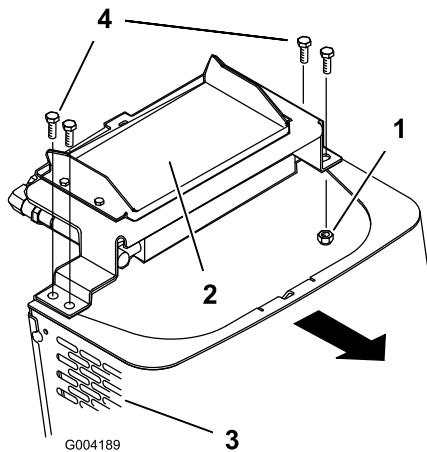

Bild 28
6. Entfernen Sie die Ansatzschrauben und Muttern, mit denen der Ölkühler oben auf dem vorderen Gitter befestigt ist (Bild 28).